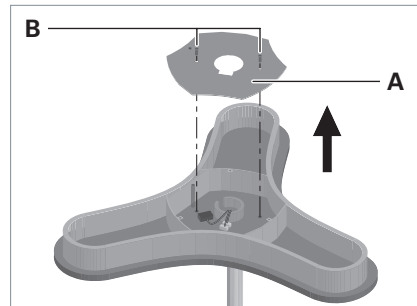

Fig. 15: Abdeckung am Leuchtenkopf demontieren.
- ▶ Drehen Sie die Schrauben **B** aus der Abdeckung **A** und entfernen Sie die Abdeckung, siehe Fig. 15.